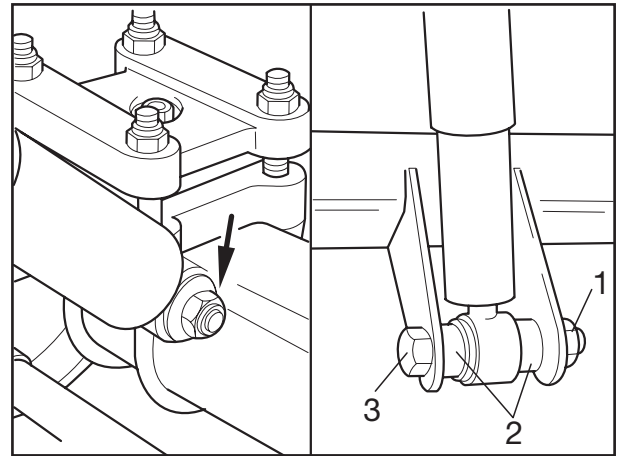

Fig. 1
- [1] Sicherungsmuttern (Fig. 1/1) von den oberen und unteren Gewindebolzen bzw. Befestigungsschrauben abschrauben und den Stoßdämpfer abnehmen. Bei Stoßdämpferbefestigung zwischen Platten Befestigungsschraube (Fig. 1/3) herausziehen, dabei die Distanzhülsen (Fig. 1/2) und den Stoßdämpfer abnehmen. Ggf. untere Stoßdämpferbefestigung abbauen.
- [4] Stoßdämpfer auf den (die) Gewindebolzen aufschieben. Bei Stoßdämpferbefestigung zwischen Platten Befestigungsschraube einschieben, dabei ggf. Distanzhülsen oder Scheiben (Fig. 1/2) einsetzen.
Neue Sicherungsmuttern M 24 (Fig. 1/1) aufschrauben und mit dem vorgeschriebenen Anziehdrehmoment von 420 Nm (390 - 460 Nm) festziehen.
- [1] Unscrew locking nuts (Fig. 1/1) from the top and bottom threaded bolts and securing bolts and remove the shock absorber. In the case of a shock absorber fastening between plates, pull out the fastening screw (Fig. 1/3), removing the spacer sleeves (Fig. 1/2) in the process and remove the shock absorber. If necessary, demount the lower shock absorber fastening.